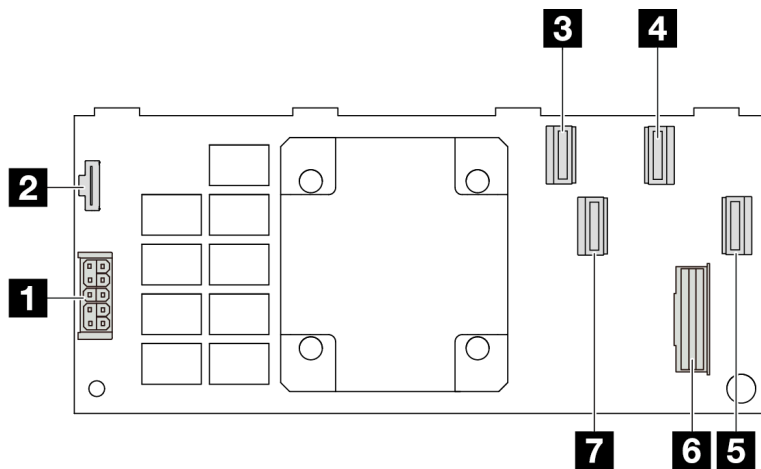

Abbildung 300. Ein Gen 4 16i CFF RAID-Adapter (vier Anschlüsse)
- Abbildung 300 „Ein Gen 4 16i CFF RAID-Adapter \(vier Anschlüsse\)“ auf Seite 308